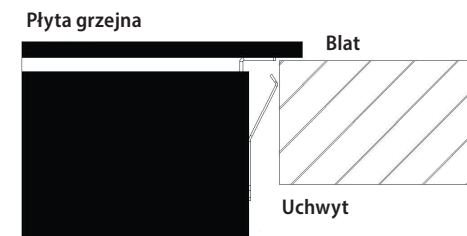

Rys. 6
6. W celu zapewnienia skutecznej cyrkulacji powietrza, urządzenie należy umieścić zgodnie z wymiarami przedstawionymi na Rys. 6, a szafka musi być tak zbudowana, aby do jej dolnej części mogło płynąć powietrze. Pod płytą grzejną musi być odstęp co najmniej 50 mm, a za tylną ścianą szafki musi być odstęp co najmniej 20 mm (Rys. 6).